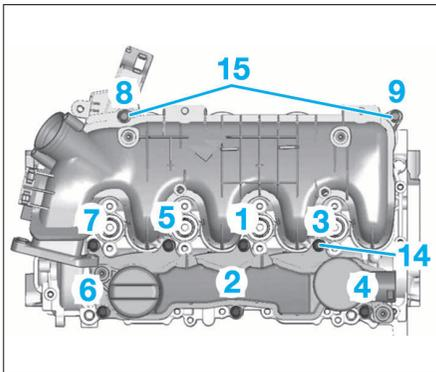

FIG. 43
- Pour la repose, procéder dans l'ordre inverse de la dépose. Suivre l'ordre de serrage indiqué (Fig.43) à 1 ± 0.2 daN.m pour les vis (14) et (15).